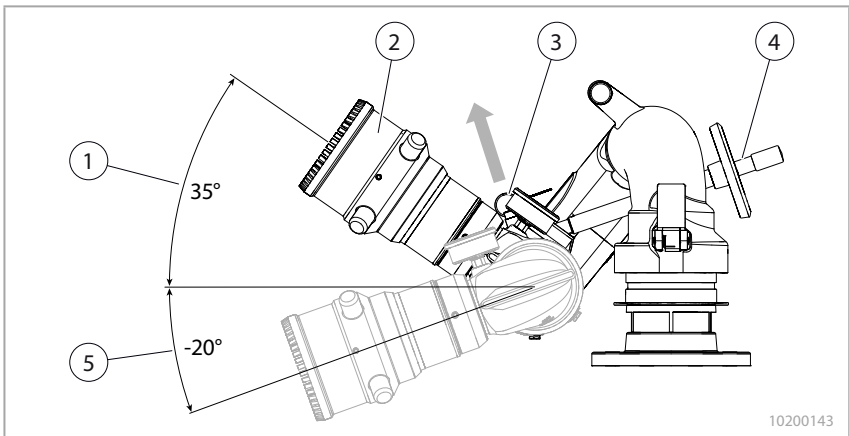

Fig. 7 Sicherheitsstopp Höhenwinkel
1. Den Federriegel am Schlüsselring (Fig. 7/3) nach oben ziehen und die Düse/das Rohr (Fig. 7/2) mit der Handkurbel (Fig. 7/4) nach unten drehen, bis die Auswurfachse im Bereich unter 35° (Fig. 7/1) liegt.
Der maximale Winkel unterhalb der Horizontalen (Fig. 7/5) beträgt 20° .